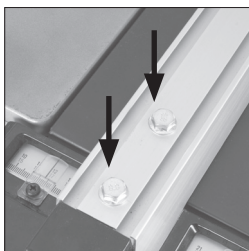

Abb. 21
- Falls eine Anpassung notwendig ist, legen Sie beide Sechskantschrauben auf dem Parallelschlag frei. **(Abb. 21)**.